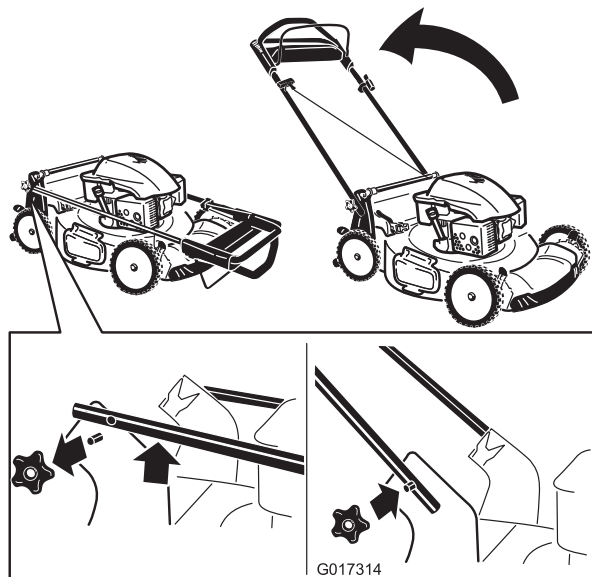

Figure 3
1. Retirez et conservez les boutons du guidon sur le carter de la machine (Figure 3).